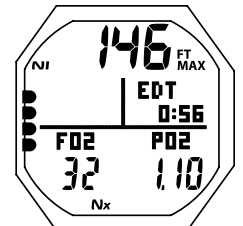

Fig. 99 - PANTALLA ALT. 1
**Pantalla alternativa 1 de O2** - Ésta es la información mostrada (Fig. 99):